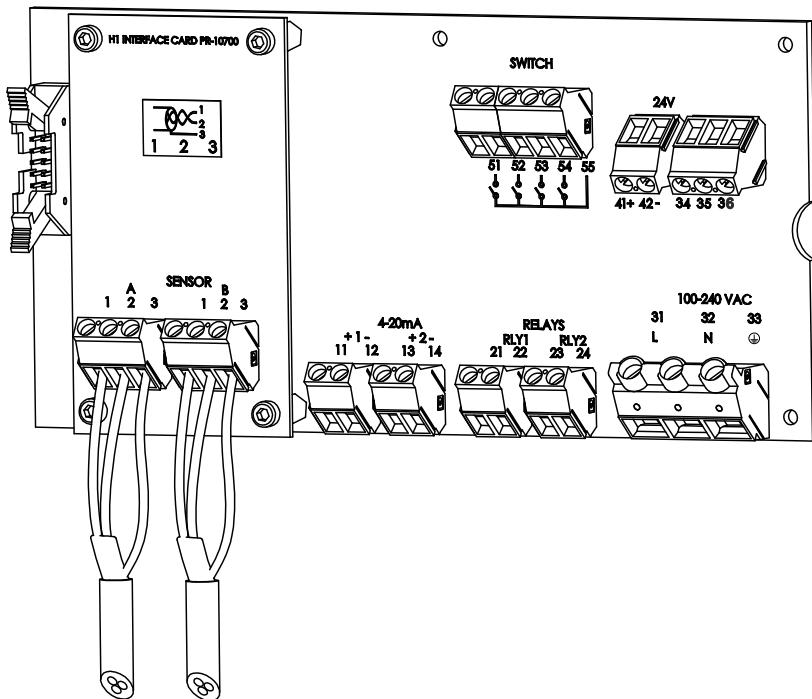

Abbildung 3.7 Das Motherboard des Messumformers
Das Kabel enthält ein Paar verdrillte Signaldrähte (1,2) und eine Kabelabschirmung (3) (siehe Abschnitt 3.3.2 und Abbildung 3.7). Die gelieferte Standardlänge beträgt 10 Meter (33 Feet) Kabel. Die maximale Länge eines Verbindungskabels beträgt 200 m (66 Feet). Die Signaldrähte (1,2) sind austauschbar (nicht polarisiert). Die Kabelabschirmung wird am Messumformer an die Schutzerde angeschlossen.
Beschreibung der Anschlussklemmen auf der H1 Interface-Karte PR-10701 und dem Messumformer-Motherboard PR-10600 (Abbildung 3.7).
Die primäre Wechsel-Spannung wird an eine separate Anschlussleiste 31/32/33 angeschlossen, die mit der Bezeichnung POWER (Netz) an der unteren rechten Ecke des Motherboards (Abbildung 3.7) versehen ist. Die drei Anschlussklemmen sind gekennzeichnet mit: 31/L, 32/N und 33/ (Protective Earth = Schutzerde). Der Netzan schluss 33/ wird direkt an die freiliegenden Metallteile des DTR angeschlossen.